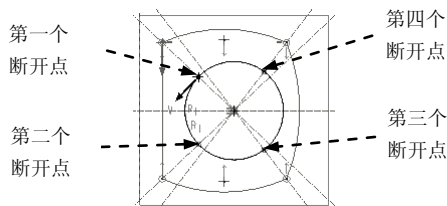
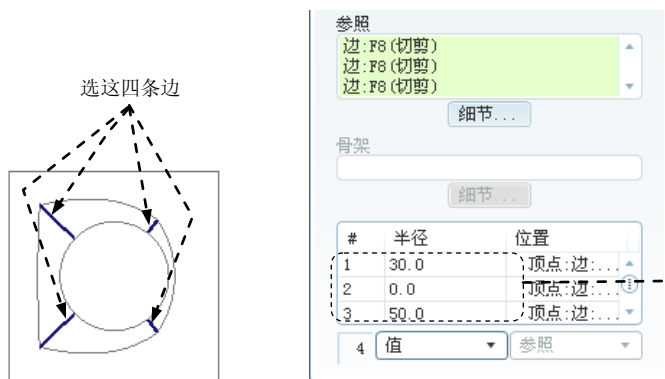
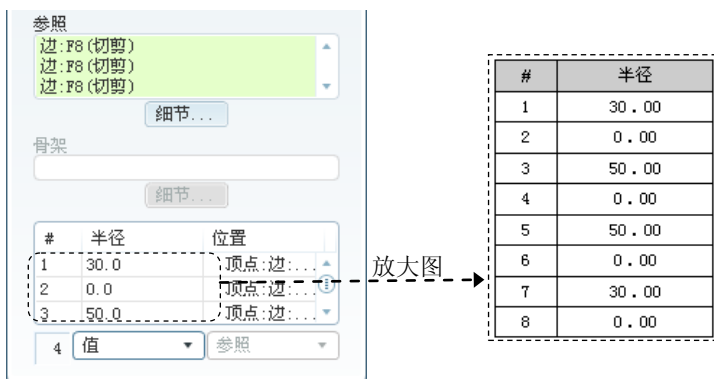

图 5.36.5 截面图形 2
图 5.36.6 倒圆角特征 1
图 5.36.7 “设置”界面
⑤ 创建混合特征的第二个截面。右击，从系统弹出的快捷菜单中选取 **切换截面(T)** 命令。创建图 5.36.5 的圆（与参照圆相同）。
⑥ 将第二个截面——圆变成四个部分。单击 **分割(S)** 中的 **分割(S)** 按钮（或选择下拉菜单 **编辑(E)** → **修剪(T)** → **分割(S)** 命令），分别在图 5.36.5 所示的四个位置选择四个点（两个截面的起点应相近，方向应相同）。
⑦ 完成前面的所有截面后，单击草绘工具栏中的“完成”按钮 **完成(F)**。
⑧ 定义切削方向和深度类型：使箭头方向朝向实体一侧；在系统弹出的菜单中选择 **Blind (盲孔)** → **Done (完成)** 命令。
⑨ 输入截面间的距离。在信息区 **输入截面2的深度** 的系统提示下，输入第二截面到第一截面的距离值 95.0 后按回车键。预览所创建的混合特征，单击特征信息对话框下部的 **确定** 按钮。
Step3. 添加图 5.36.6 所示的倒圆角特征 1。
(1) 选择下拉菜单 **插入(I)** → **倒圆角(R)...** 命令。
(2) 选取圆角的放置参照：在模型上选择图 5.36.6 中的四条边线。
(3) 在操控板中单击 **集** 按钮，在定义半径的栏中右击，选择 **添加半径** 命令。
(4) 如图 5.36.5 所示，修改各处的半径值。完成后，“设置”界面如图 5.36.7 所示。
(5) 浏览所创建的圆角特征；单击“完成”按钮 **完成(F)**，则完成特征的创建。